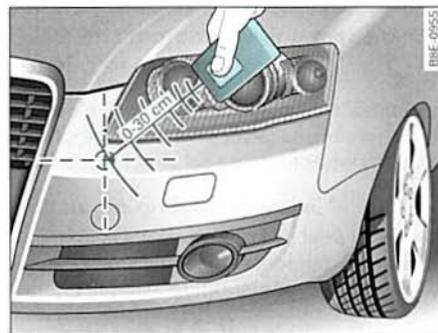

Fig. 157 Parte delantera izquierda del parachoques
- Póngase ahora delante de su vehículo con el **emisor manual original** del mecanismo de accionamiento de la puerta del garaje o del dispositivo que quiera programar en la tecla del mando a distancia universal HomeLink® ⇒ fig. 157.
- Mantenga el **emisor manual original del aparato a programar** por debajo del faro delantero izquierdo, próximo al parachoques de su vehículo ⇒ fig. 157.
- Mantenga el **emisor manual original** del mecanismo de accionamiento de la puerta del garaje u otros dispositivos directamente por debajo del faro delantero izquierdo, próximo al parachoques de su vehículo ⇒ *página 160*, fig. 157. La distancia requerida depende del sistema que desee programar. ▶